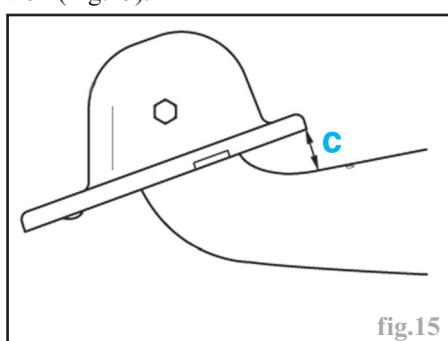

fig.15
- En cas de remplacement du palier de fixation il faut respecter la cote **c** ( $34 \pm 1$  mm) puis bloquer la vis dans cette position (Fig.15).